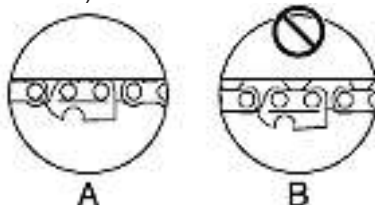

Рис. 5 Положение цепи на нижней части шины
- Вращайте винт натяжителя цепи по часовой стрелке до тех пор, пока цепь не будет плотно прилегать к нижней части шины (Рис. 5А).